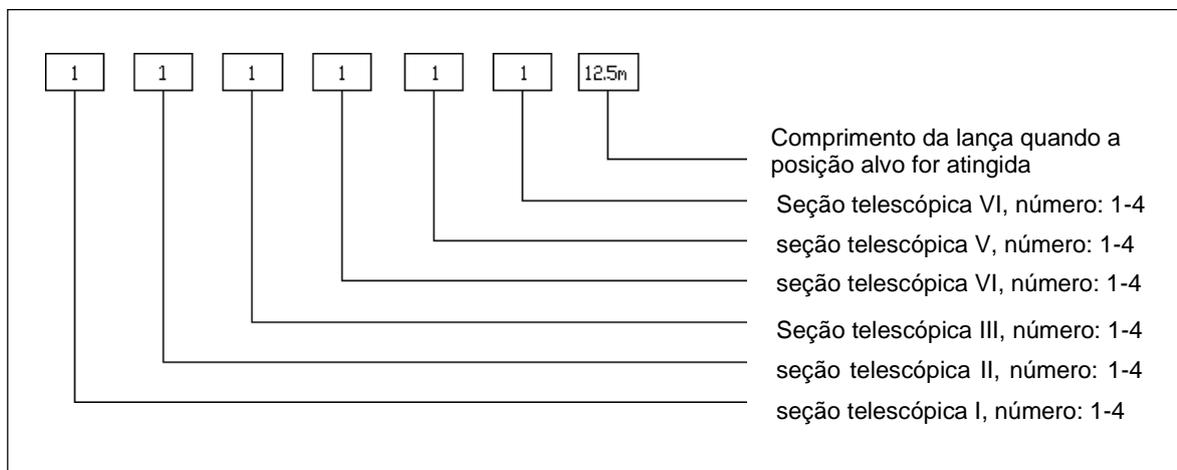
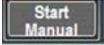

Figura 4-34 Combinação de lança
Figura 4-41 Status de lança durante telescopagem manual
Ilustração de combinação de lança (consulte a figura 4-34).
- e) Pressione a tecla de função F2 na figura 4-34 para comutar para figura 4-41.
Na figura 4-41, se os pré-requisitos acima forem atendidos, “início manual” deve ser destacado em verde.